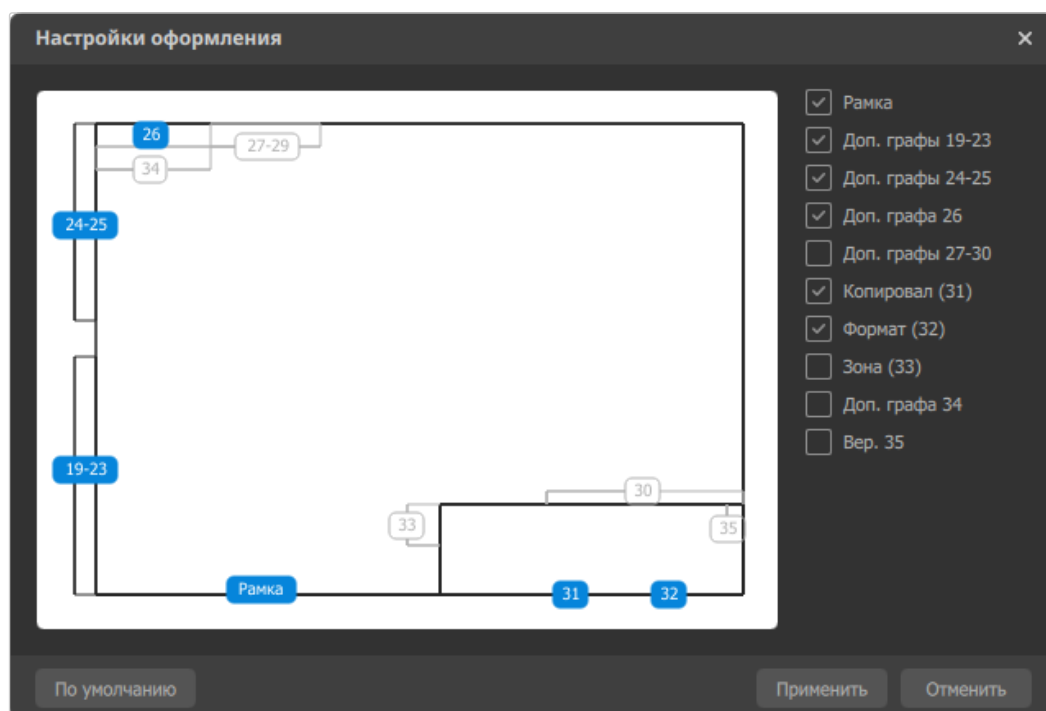

Рисунок 97. Настройка отображения граф
- «Оформление» — при наличии основной надписи (значение в поле «Форма» отлично от «Без формы») позволяет настроить отображение соответствующих граф форматки согласно ГОСТ Р 2.104-2023. Для этого необходимо нажать на кнопку «Настроить» и отметить галочками те графы, которые должны отображаться на листе (см. рисунок 97).